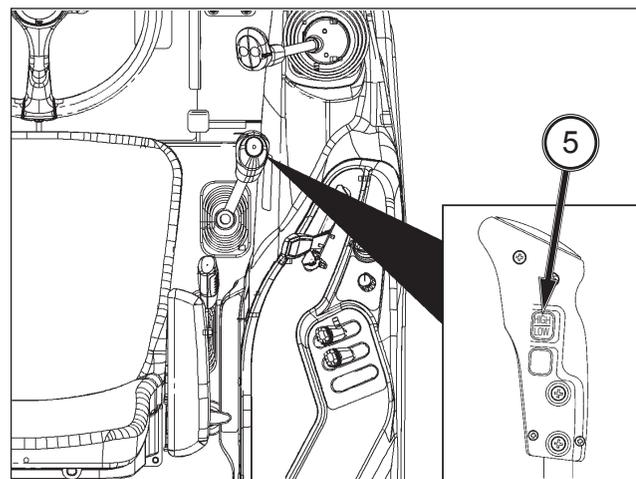

FIG. 62
**FIG. 62 :** L'interrupteur de réglage de vitesse Hi-Lo (5) sert à modifier la plage de vitesse. Le changement Hi-Lo procure 2 modifications, de la vitesse lente à la vitesse rapide. Lorsque l'interrupteur de réglage de vitesse Hi-Lo est en position « ON », le témoin du mode de vitesse rapide s'allume.